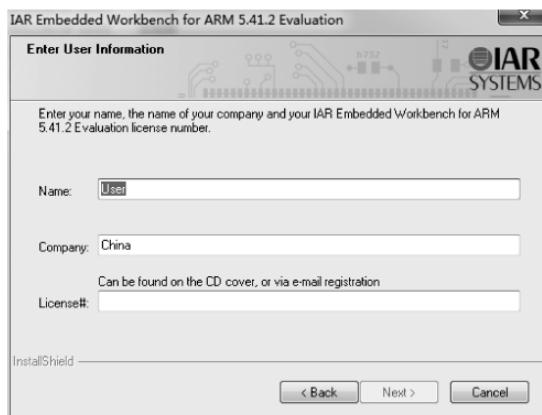

图 3.5 输入用户信息和 License
(4) 进入 License 输入界面,如图 3.5 所示。